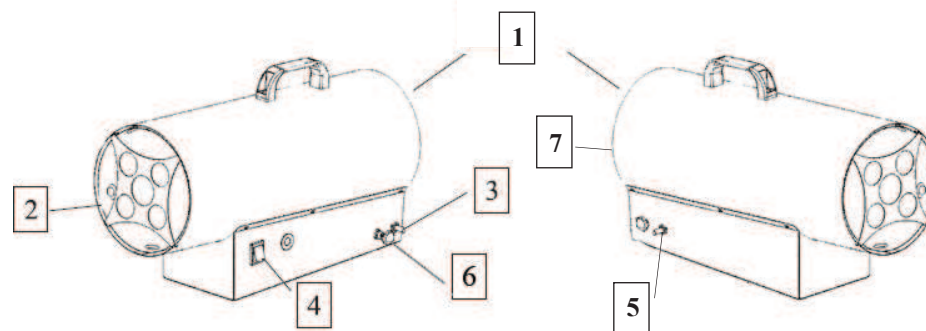

рис.1
Общий вид тепловой пушки схематично представлен на рис.1
- установите выключатель вентилятора 4 (рис.1) в положение «Вкл.»;
- нажмите кнопку газового клапана 3 (рис.1) и одновременно многократно нажмите кнопку пьезоэлектрического поджига 5 (рис.1) до тех пор, пока не загорится пламя горелки. После того, как зажигание сработало, продолжайте держать кнопку газового клапана примерно 10 секунд;
- если зажигание затруднено или нерегулярно, прежде чем повторять действие, следует убедиться, что вентилятор не заблокирован, а воздухозаборник 1 (рис.1) и сопло выхода горячего воздуха 2 (рис.1) свободны.
- после того, как пламя погасло установите выключатель вентилятора 4 (рис.1) в положение «Выкл.»
- для данного режима необходимо отсоединить газоподводящую трубку 7 (рис.1) от тепловой пушки;
- установите выключатель вентилятора 4 (рис.1) в положение «Вкл.»